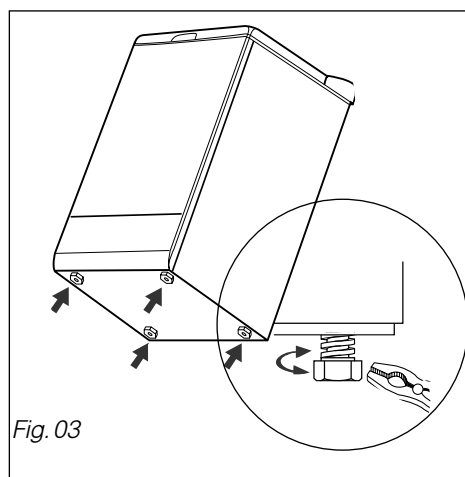

Fig. 03
A máquina de secar roupa está equipada de 4 pés reguláveis (fig.03). Para regular a sua horizontalidade e a sua estabilidade :
- Em função da configuração do solo, apertar ou desapertar, com uma chave simples ou uma chave de fendas, um ou vários pés para o ou os regular em altura (fig.03)